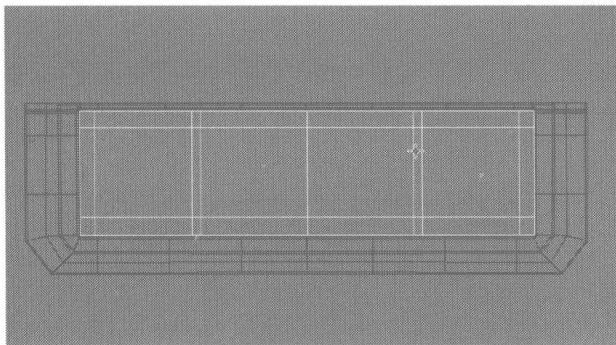
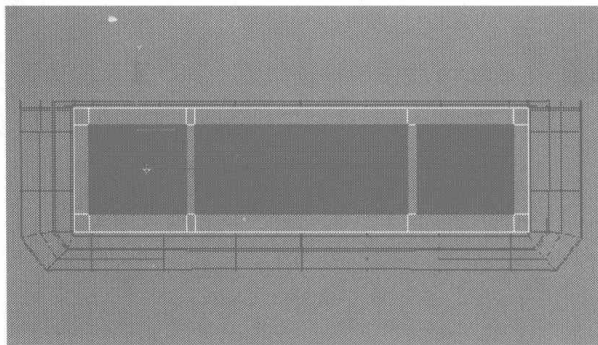
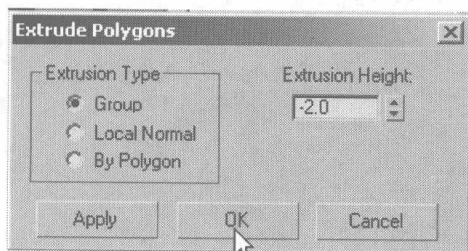
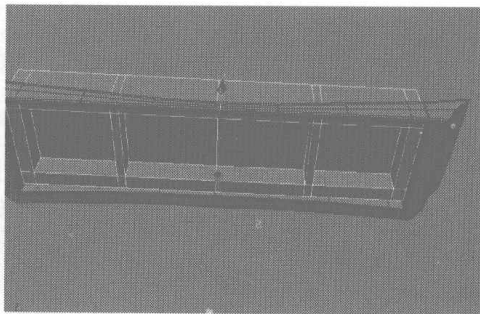

图 4.383
图 4.384
图 4.385
图 4.386
- 41** 在 Bottom 视图中为 Box 物体上添加细分线, 如图 4.383 所示。切换为面编辑, 在按住 Ctrl 键的同时选择如图 4.384 所示的面, 在 Edit Polygons 卷展栏中单击 **Extrude** 右侧的小按钮, 在弹出的对话框中设置挤压参数, 如图 4.385 所示, 将物体沿 Z 轴向内移动拉伸, 效果如图 4.386 所示。